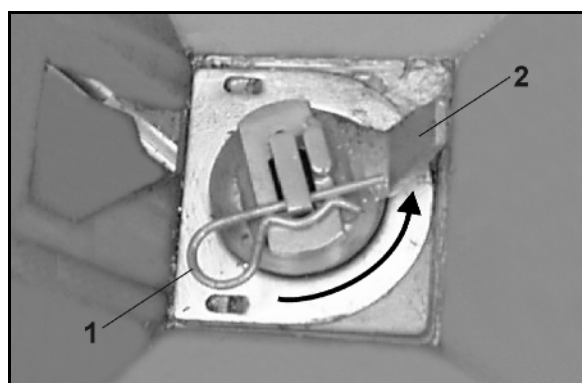

Fig. 89
3. Monter altid fjederstikket (Fig. 89/3) **mod** drejeretningen (Fig. 89/4). (Billedet viser højre maskinside set i køreretningen).